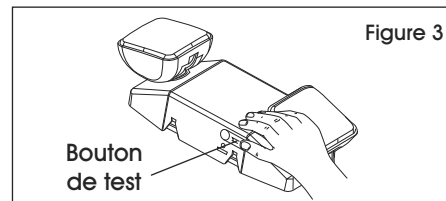

Figure 3
5. Fixez le boîtier à la plaque de base, branchez l'alimentation CA et appuyez sur le bouton de test pour vérifier la lumière. (Voir Figure 3)
4. Alignez les boutons à pression et poussez le boîtier directement sur la plaque de base. Établissez une alimentation CA continue et appuyez sur le bouton « TEST » pour vérifier la lumière. (Voir Figure 3)